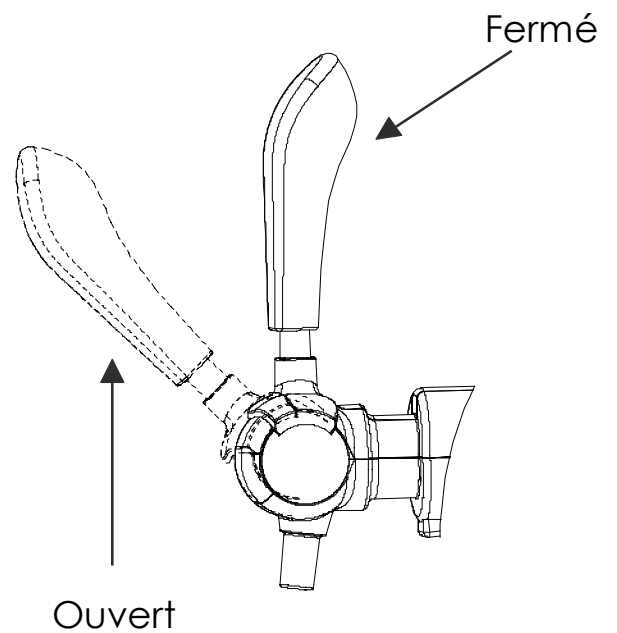

Figure 12
Remarque : vérifiez que le robinet est fermé lorsque vous raccordez le tuyau et l'adaptateur (figure 12).
6. Placer le levier du robinet à 45 degrés permet de verser la bière de la tireuse à bière (figure 12). Le débit de bière et de mousse peut être contrôlé par la molette de régulation de pression.